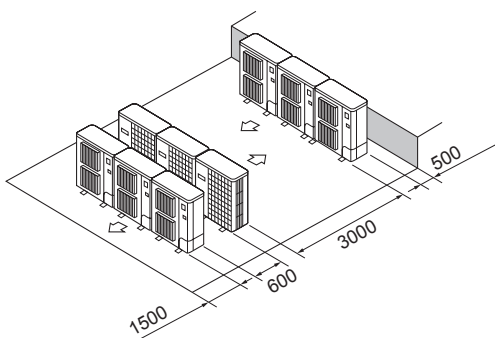

Fig. 2-17
- ⑥ Több párhuzamos egység elhelyezése (Fig. 2-17)